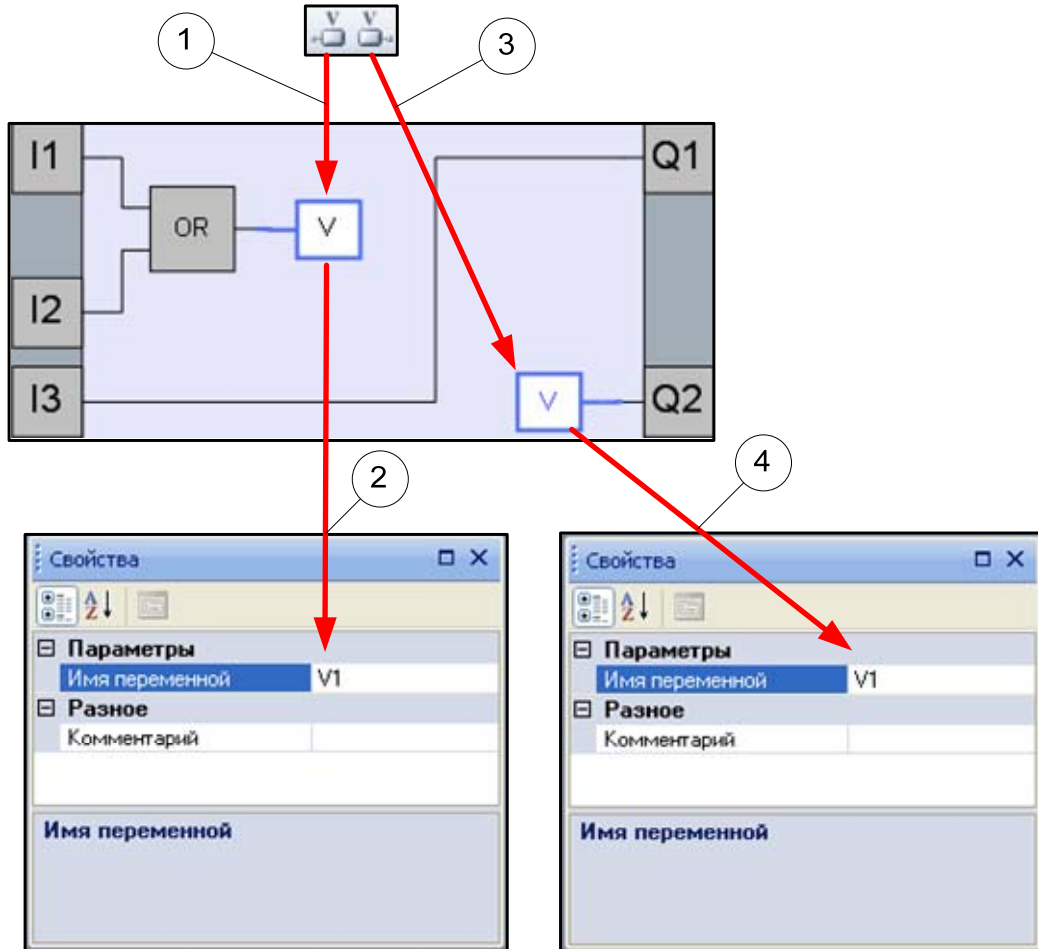

Рисунок 3.11 – Порядок действий при настройке параметров функционального блока
**Шаг 1** – щелкнуть мышкой по кнопке  на панели инструментов, затем установить курсор на место, где должна располагаться входная переменная и еще раз нажать левую кнопку мыши – на холсте появится блок входной переменной, рисунок 3.11.